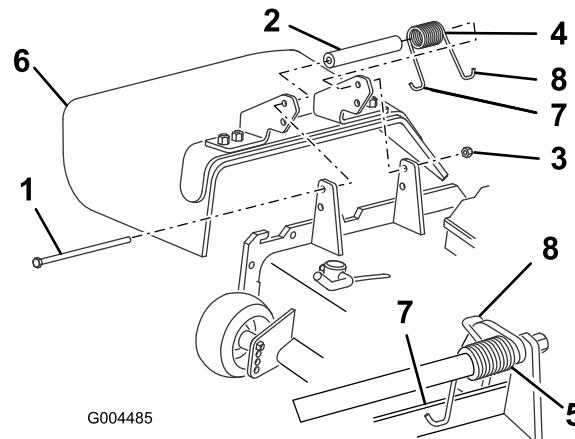

Figure 25
- Retirez le contre-écrou, le boulon, le ressort et l'entretoise qui fixent le déflecteur aux supports de pivot (Figure 25). Enlevez le déflecteur s'il est endommagé ou usé.
- Placez une entretoise et un ressort entre les supports du déflecteur d'herbe de rechange (Figure 25). Accrochez l'extrémité en J gauche du ressort derrière le bord du plateau de coupe.
mettre le boulon en place, comme indiqué à la Figure 25.
4. Remettez le boulon et l'écrou en place. Accrochez l'extrémité en J droite du ressort au déflecteur d'herbe (Figure 25).